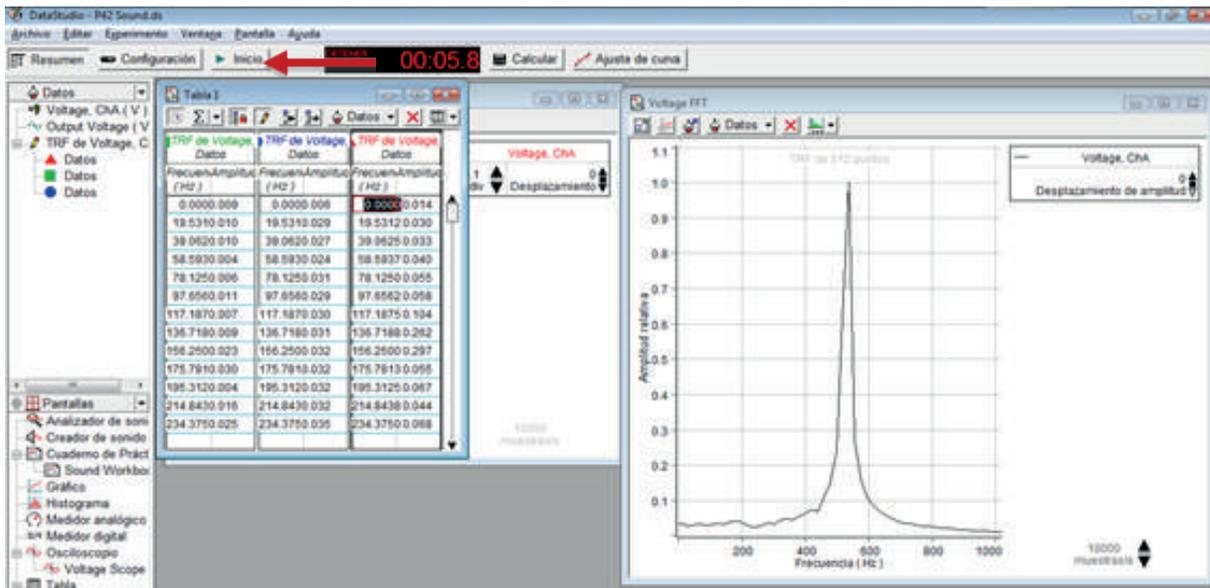

Figura 10.16. Analizador FFT
- d) Golpee el diapasón en la parte de la horqueta y al mismo tiempo presione en el botón “Inicio” como se ve en la figura 10.16, cuidando captar el pico más alto que se verá en la gráfica generada del analizador FFT. Repita este paso hasta obtener este valor.